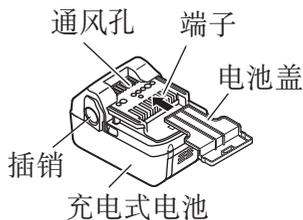

图 8
- 或者将电池装在电动工具中，或者在牢固按入电池盖并挡住通风孔后再存放，以防止短路（参照图 8）。